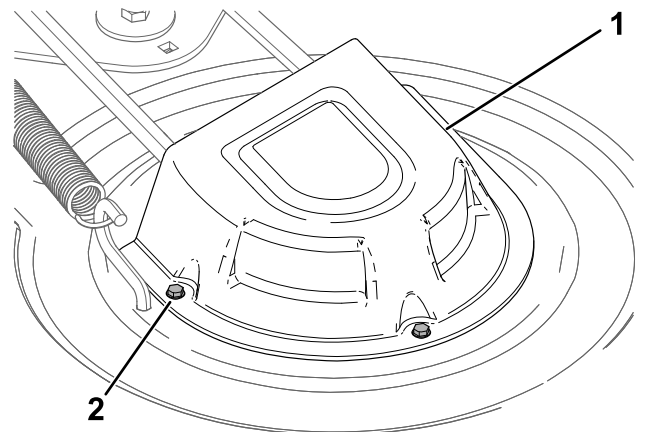

Figure 48
4. Desserrez les vis et déposez les protège-poulies (Figure 48).